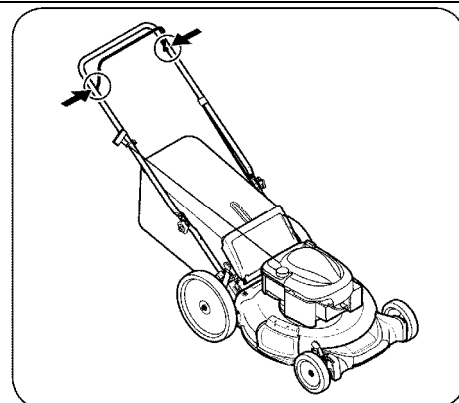

Рис. 18
Смажьте опорные точки планки управления ножом, по крайней мере, один раз в сезон с легкой смазкой. Планка должна свободно перемещаться в обоих направлениях. См. Рисунок 18.
5. Смажьте коленчатый вал и внутреннюю поверхность адаптера ножа легким маслом. Установите адаптер ножа на коленчатый вал двигателя. Поместите нож на адаптер так, чтобы поверхность ножа с пометкой "Bottom" (или с номером детали) находилась к земле при рабочем положении косилки. Убедитесь, что нож совместился и установился на фланцах адаптера. См. вставку Рисунок 18.